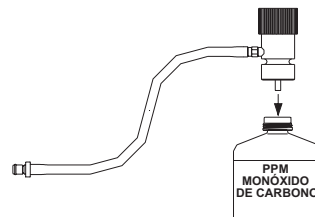

Figura 11
1. Instale el regulador en el cilindro del gas de calibración CO (figura 11).